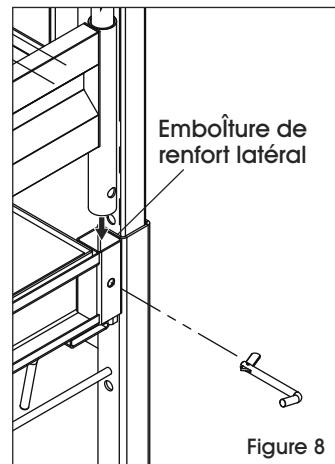

Figure 8
5. Installez la première unité des rails de protection dans les emboîtures des renforts latéraux et fixez-la à l'aide d'une goupille d'arrêt. Répétez pour l'autre côté. (Voir Figure 8)